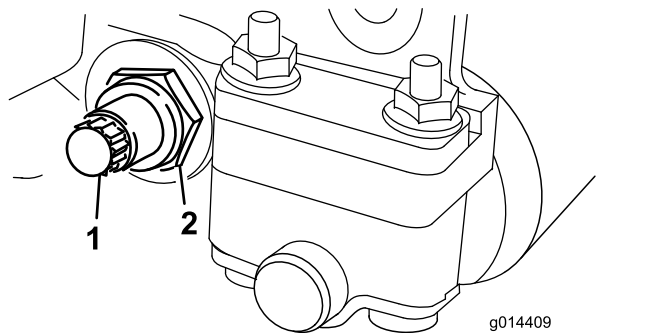

図 21
- ベッドバーボルト 図 21 を固定しているロックナット機体両側をゆるめる。
- 各ベッドバーボルトを抜いてベッドバーを下に引き抜いてカッティングユニットから外す 図 21。